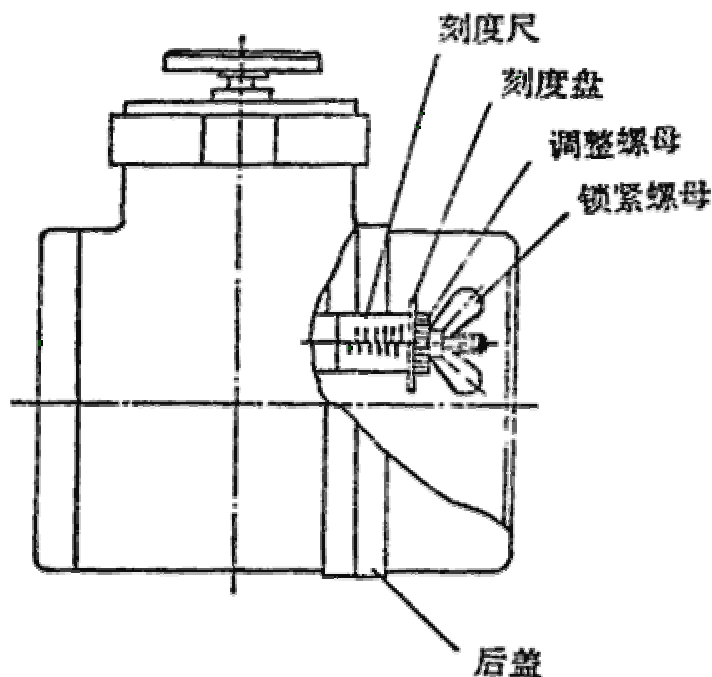

图 2
11. 压力调整,为了保证计量精度,必须使实际使用的蒸汽工作压力与指示器压力调整机构上指示的压力相一致,如不一致时,须对流量计按下列方法进行调整(见图 2)。